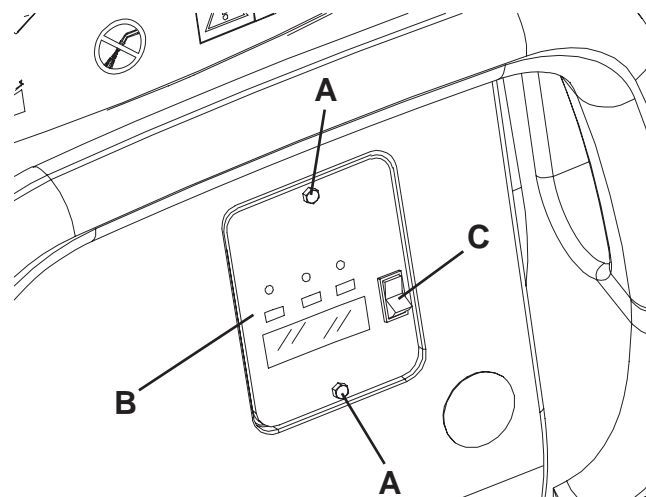

Abbildung 1
7. Die Schrauben (A, Abb. 1) des Sichtfensters für die Lesung der Ladegerätdaten entfernen.
8. Das Sichtfenster (B) entfernen.
9. Den Wählschalter (C) auf WET für Bleibatterien oder auf GEL für Gelbatterien stellen.
10. Das Sichtfenster (B) installieren und die Schrauben (A) anziehen.